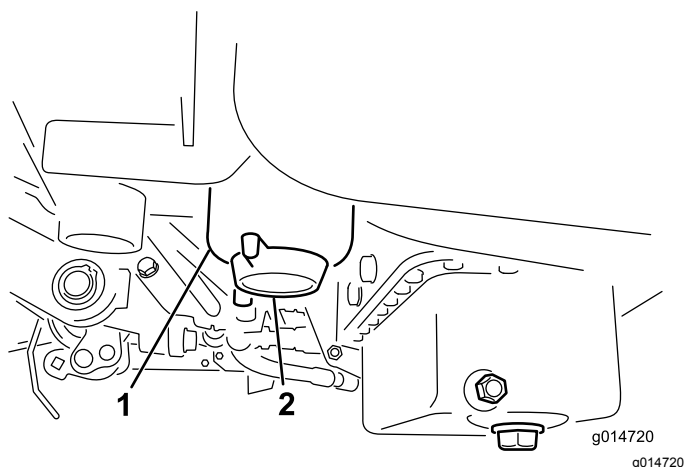

Figura 46
2. Limpe a zona de montagem do recipiente do filtro (Figura 46).
4. Abra o tampão de escoamento do filtro (Figura 46).